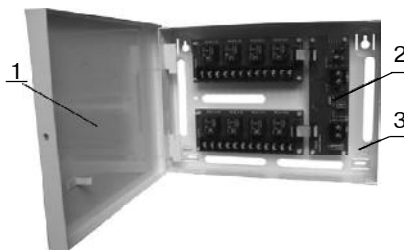

Рисунок 108
Конструкция БРВ-А исполнение 2 приведена на рисунок 108. Основными элементами БРВ-А являются: крышка (1), печатные платы (2), основание (3).